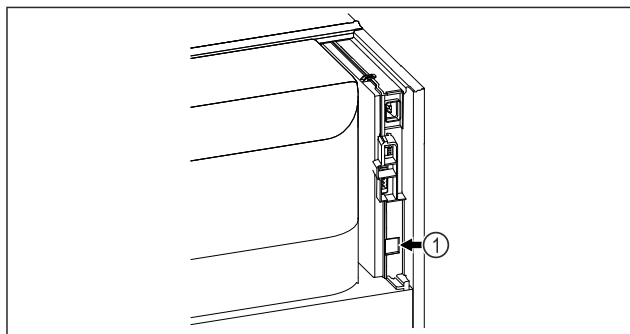

Fig. 101
- ☐ A SmartModule Fig. 101 (1) be van helyezve.